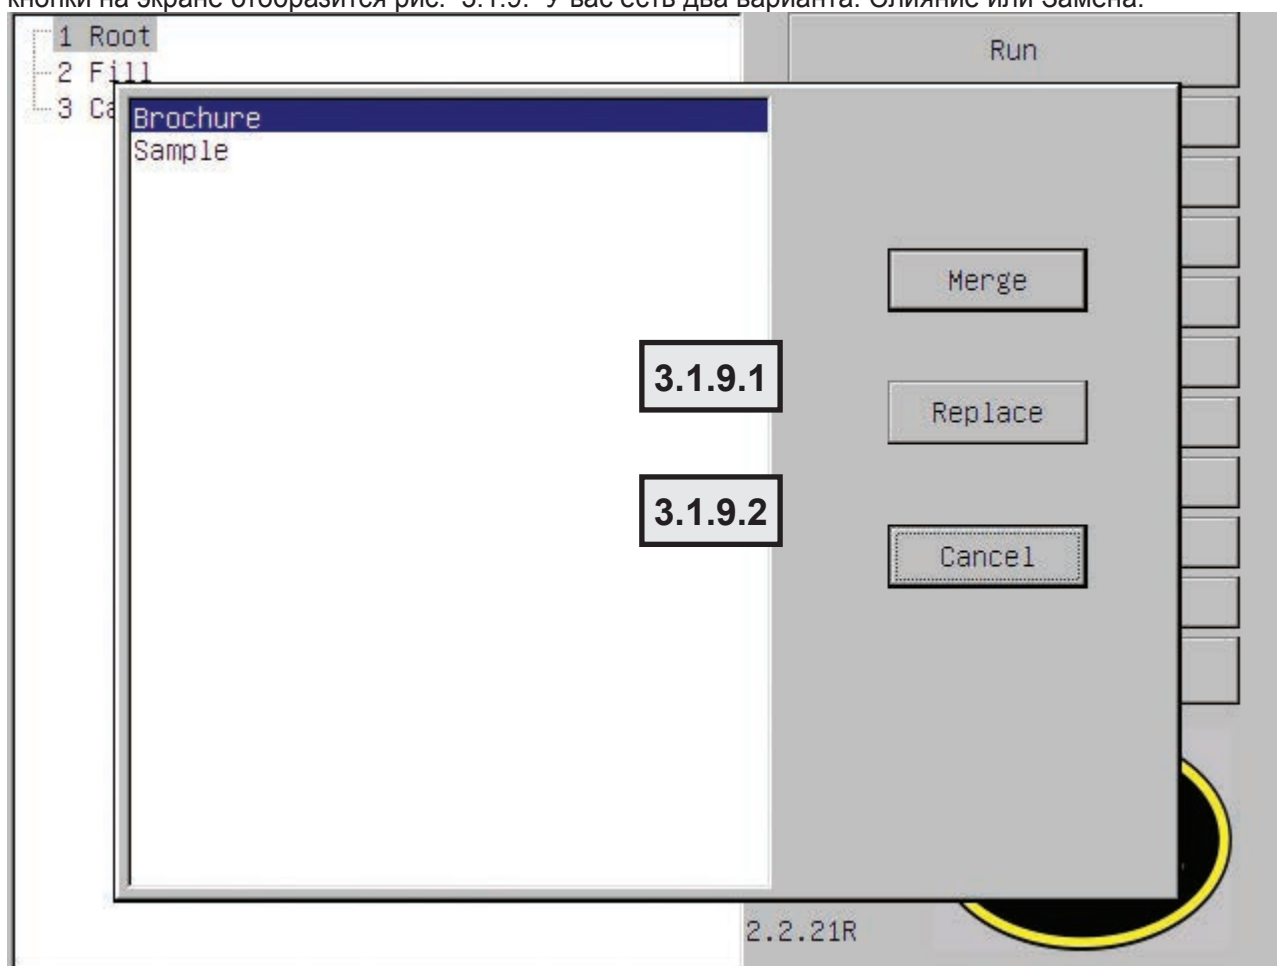

Рис. 3.1.9 – Экран Перенос с USB
3.1.9 Перенос с USB – Эта функция позволяет передавать данные, хранящиеся на ПК или на USB-накопителе, в блок управления. Эти данные должны быть получены из аналогичной системы. Проход от Pipe-Bug или проходы, содержащие нелицензированные или недоступные функции, могут не работать должным образом, могут не допускать выхода на экран запуска и могут быть непередаваемыми. USB-накопитель, содержащий папку с необходимыми данными, должен быть вставлен в USB-порт (см. Стр. 60, 61 - Пункт 32). При нажатии этой кнопки на экране отобразится рис. 3.1.9. У вас есть два варианта: Слияние или Замена.